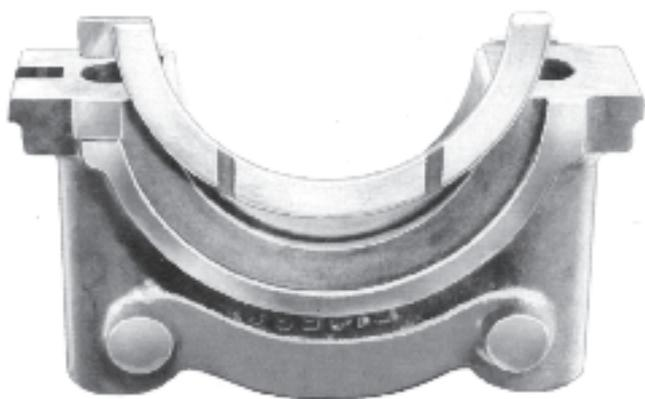

Fig. 90. Mise en place des rondelles de butée
4. Mettre les rondelles de butée au palier central (palier pilote). Les encoches de fixation sur les paliers empêchent toute erreur éventuelle de positionnement de ces rondelles (figure 90).